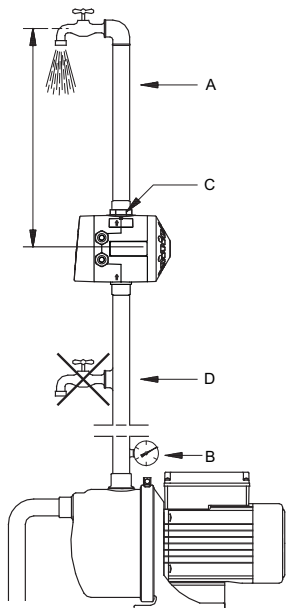

Afb. 1 Draaiende persaansluiting
De persaansluiting van de unit kan 360 ° worden gedraaid. Zie afb. 1.
2. Voer de elektrische aansluiting uit zoals getoond in afb. 1 of 2, pagina 151, afhankelijk van het type motor.